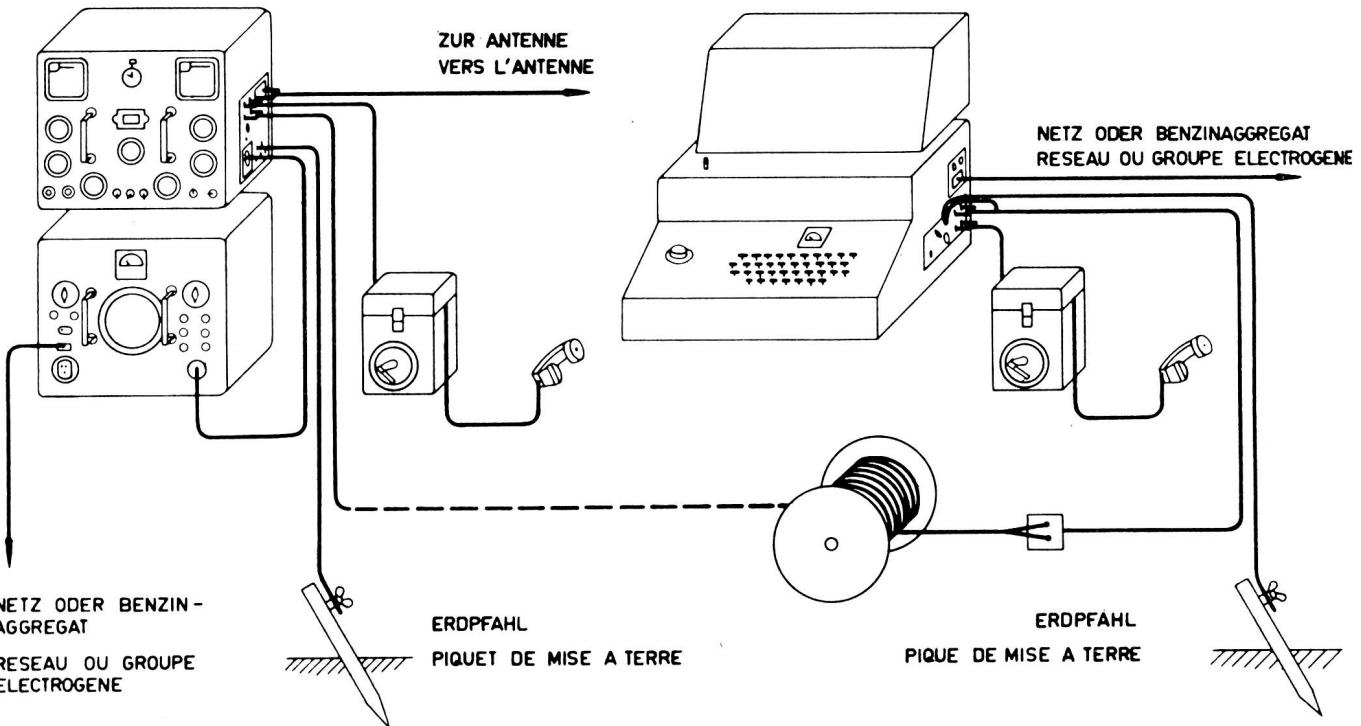

Fig. 29
- c) Commande à distance avec KFF voir fig. 29